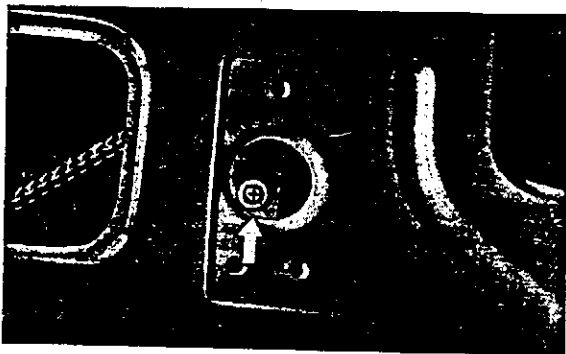

Abb. 32 Befestigungsschraube für die Führungsschiene des Kurbelfensters
3. Die Schrauben, die die Führungsschiene des Kurbelfensters halten, lösen. Siehe Abb. 32. Dies gilt nur für die verlängerte Führungsschiene an den Vordertüren.